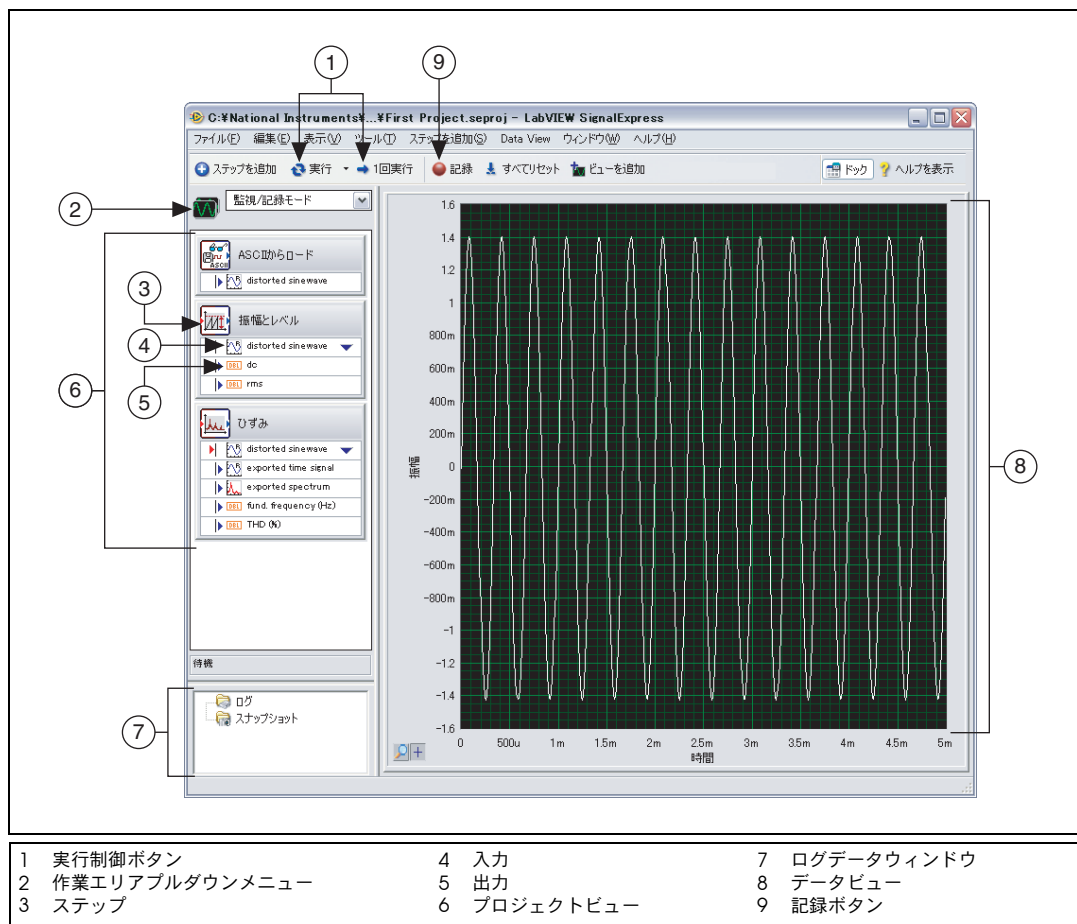

図 3-1 First Project.seproj
4. ヘルプが非表示の状態では図 3-1 のようなウィンドウが表示されたら、LabVIEW SignalExpress の様々なコンポーネントを確認してください。